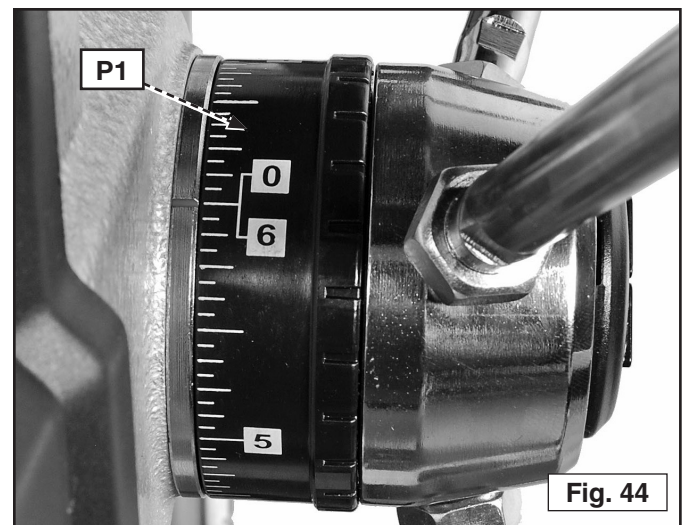

Fig. 44
4. Tournez la réglette sur le pignon (P1), fig. 44, sur le repère zéro.